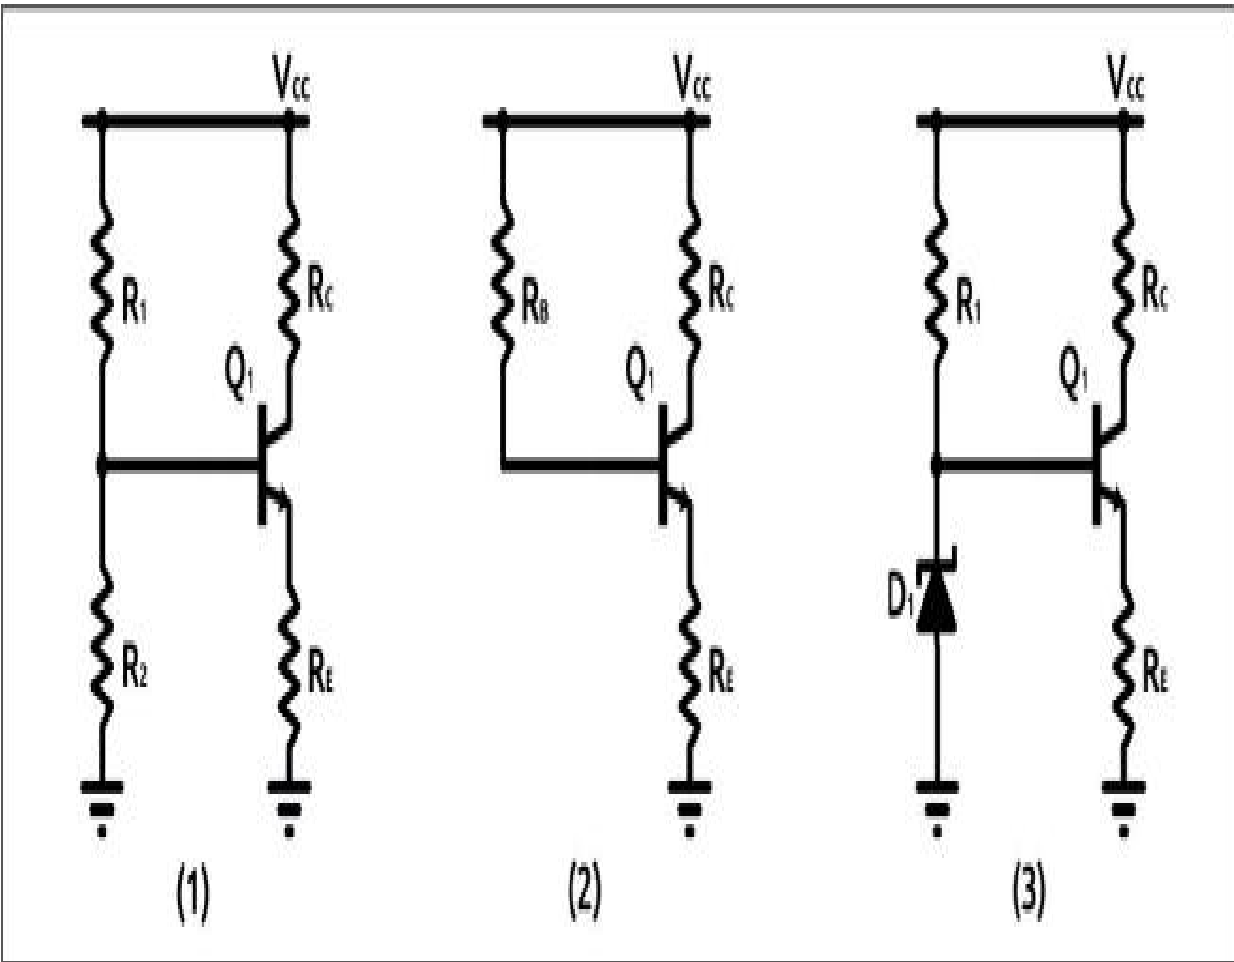

Figura 3.45 – Etapa de emisor común con divisor resistivo en la entrada (1).
La etapa de amplificación con emisor común que hemos visto en el truco n.º 61 (figura 3.40) es un esquema ideal y didáctico. En cambio, un esquema muy común utiliza un divisor resistivo que fija la tensión sobre la base. El esquema se muestra en la figura 3.45 (1), donde vemos también otros esquemas posibles. En el segundo esquema de la figura 3.45 la polarización de base se realiza con una simple resistencia conectada a la línea de alimentación. En el tercer esquema la tensión de base está configurada con un diodo zener, con el fin de tener una tensión estable y bien definida.